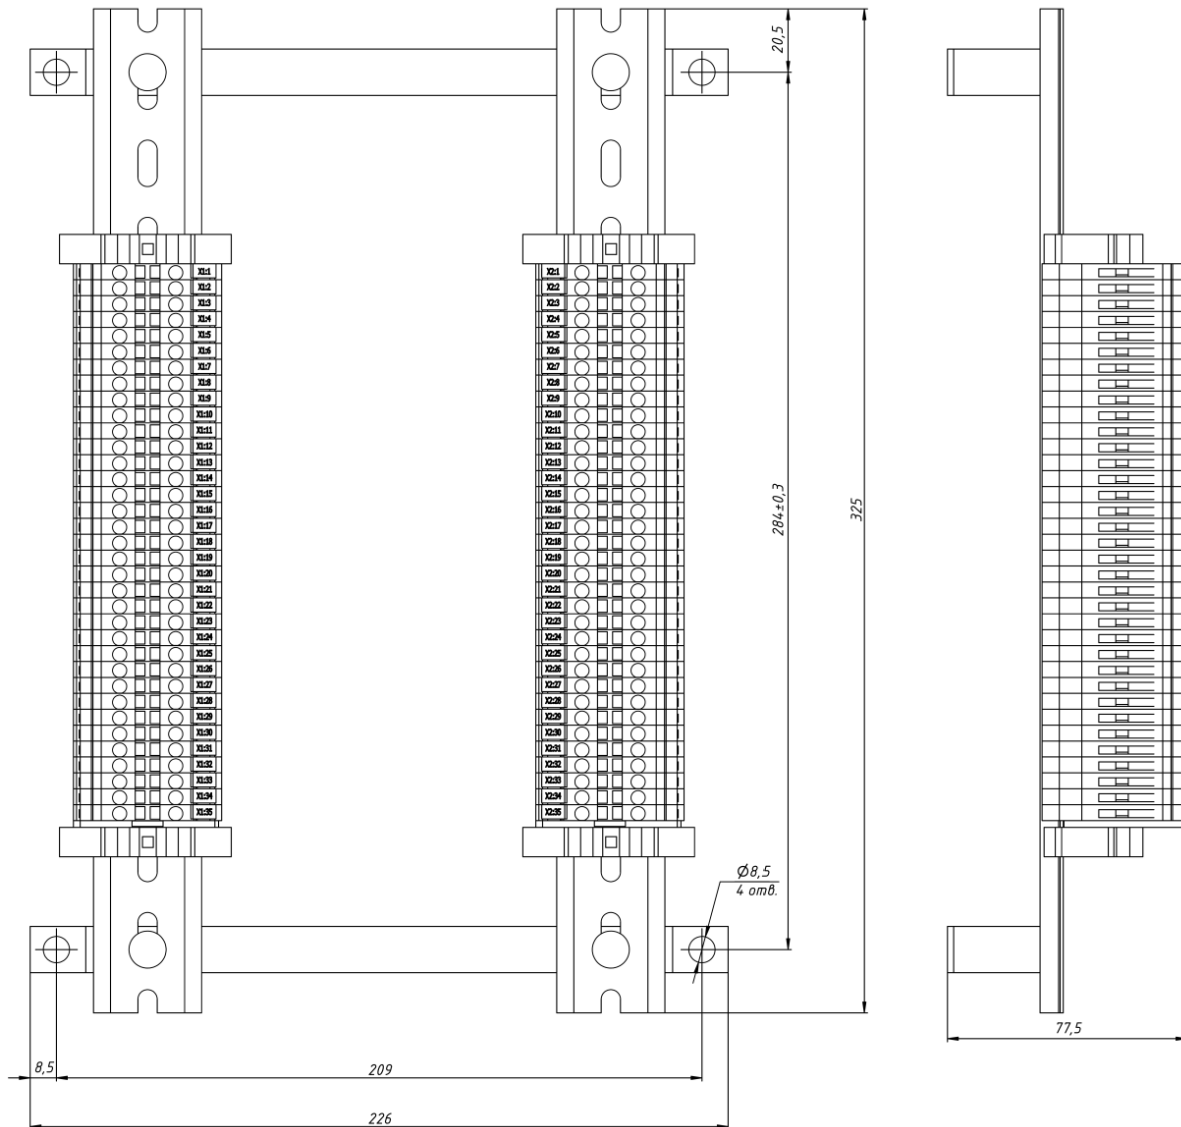

Рис. 1.9 Габаритные размеры рейки с клеммами.
2.3.4 Для варианта исполнения Г закрепить рейку с клеммниками четырьмя болтами М6, согласно разметке, указанной на рис. 1.9.